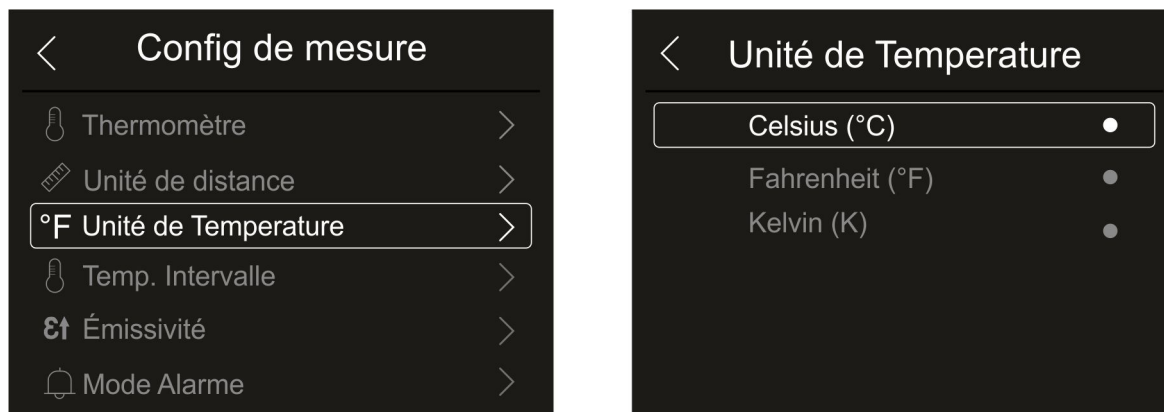

Fig. 25: Menu de réglage de l'unité de mesure de la température
1. Touchez l'élément «Unité de Température» pour régler l'unité de mesure de la température. La Fig. 25 - partie droite s'affiche à l'écran :